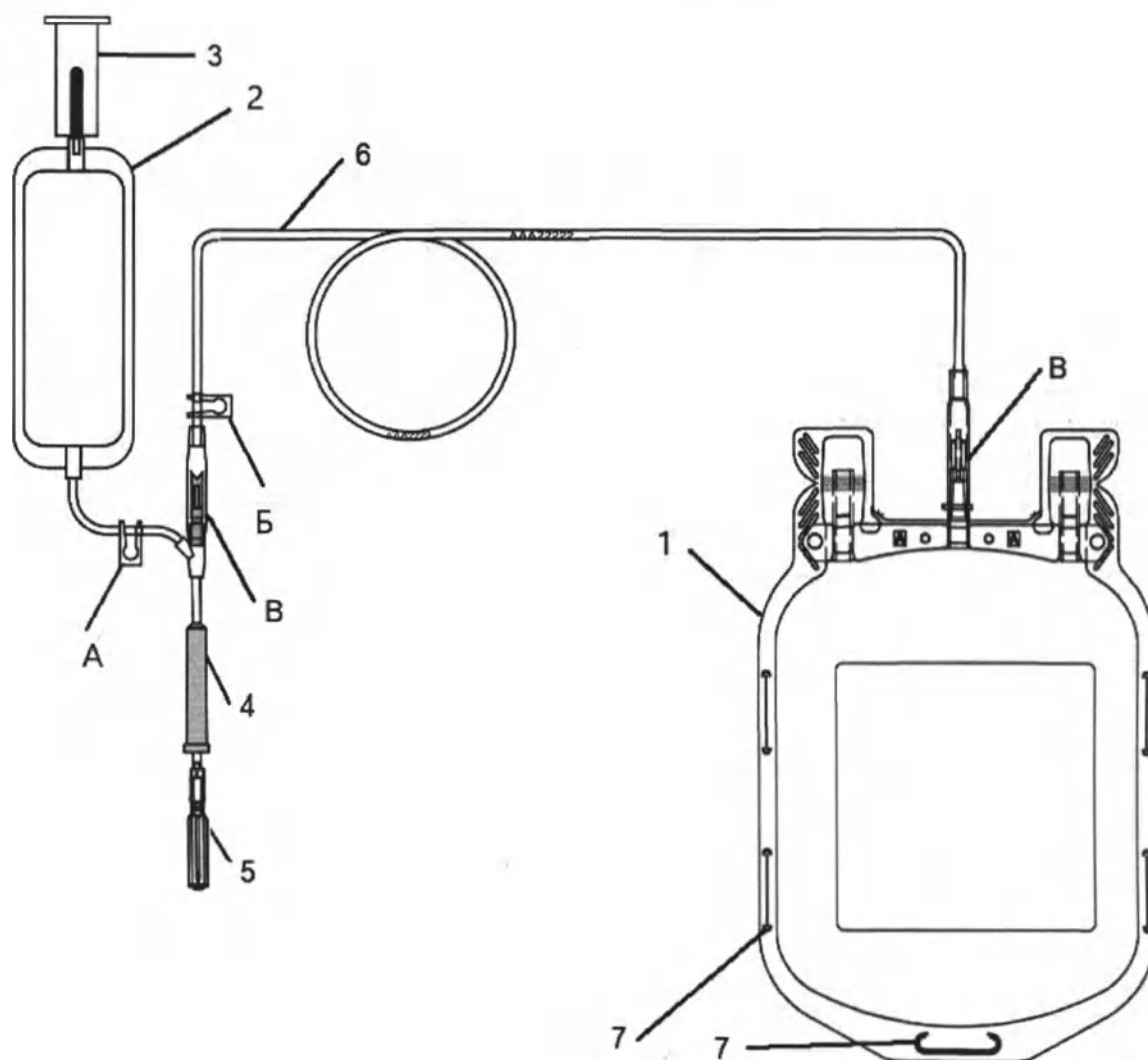
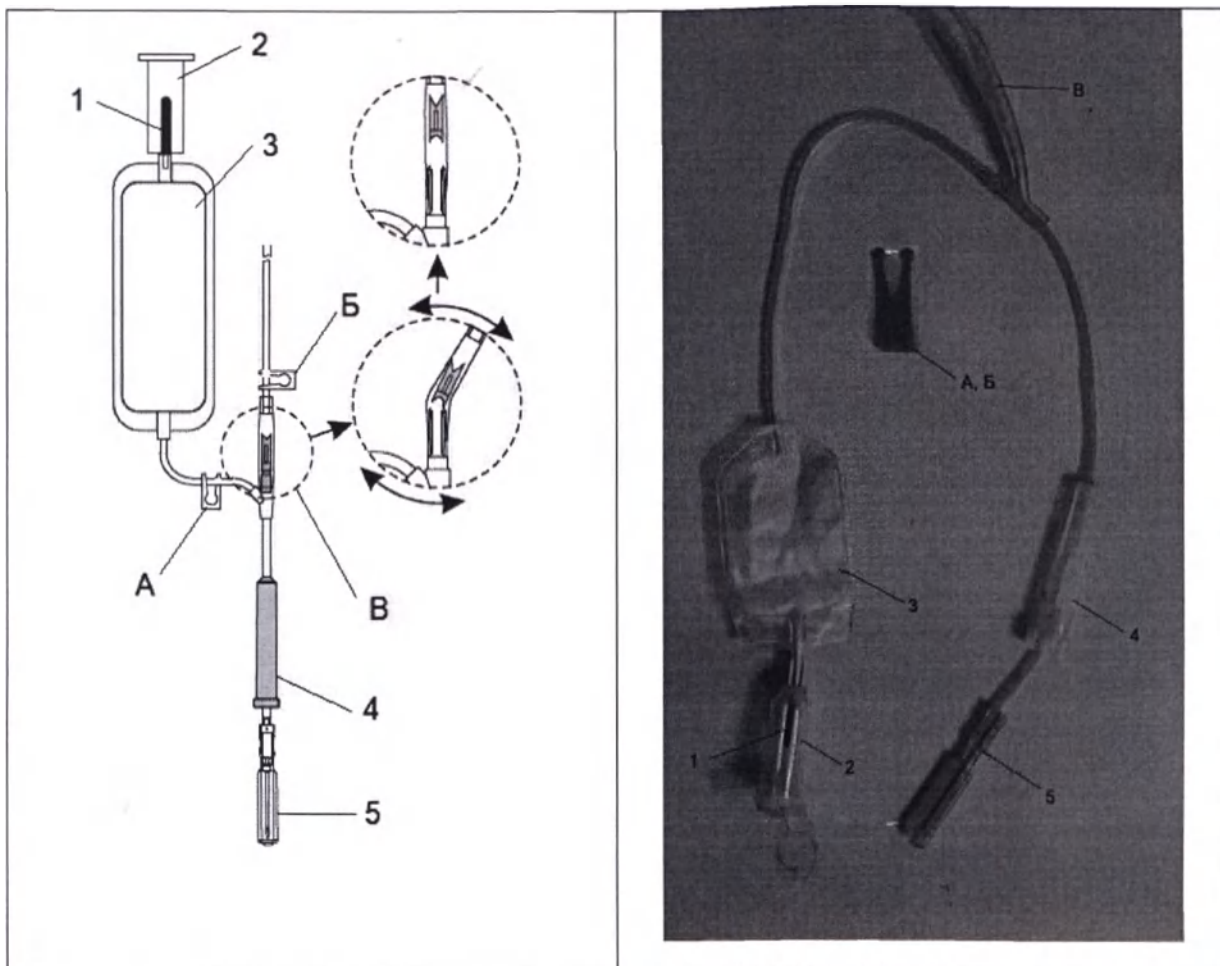
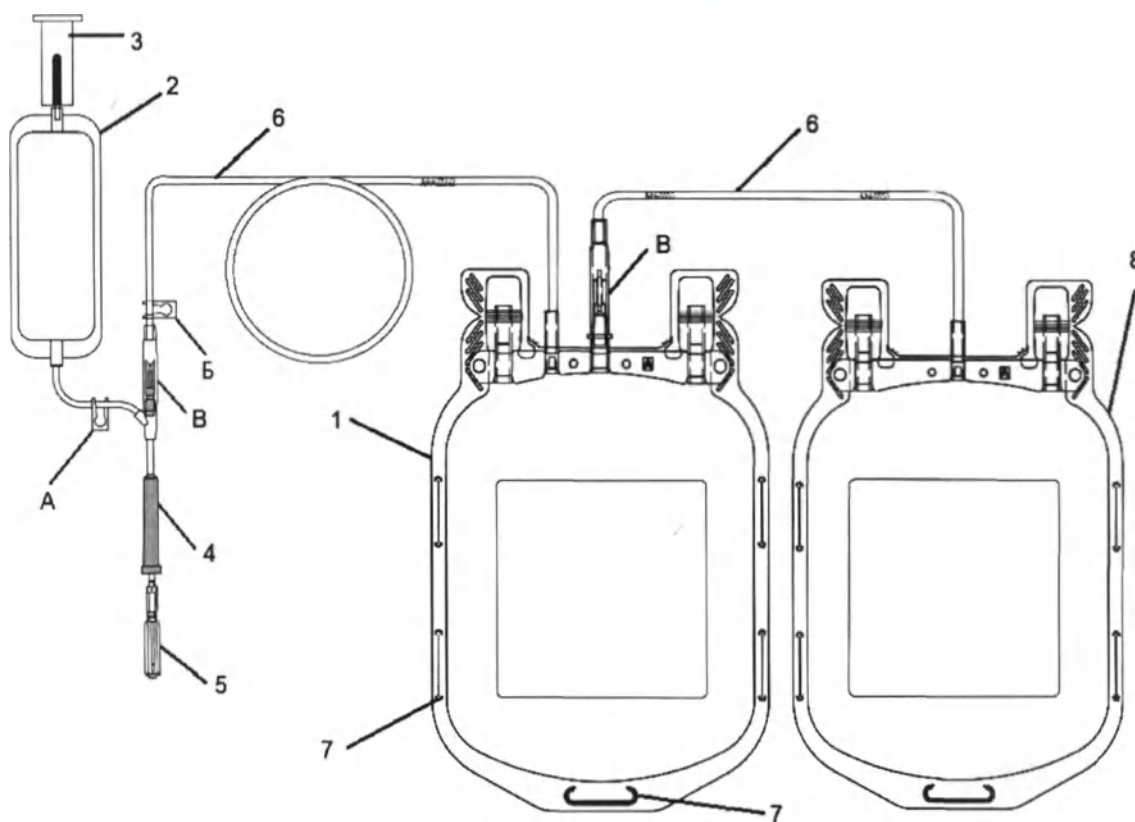
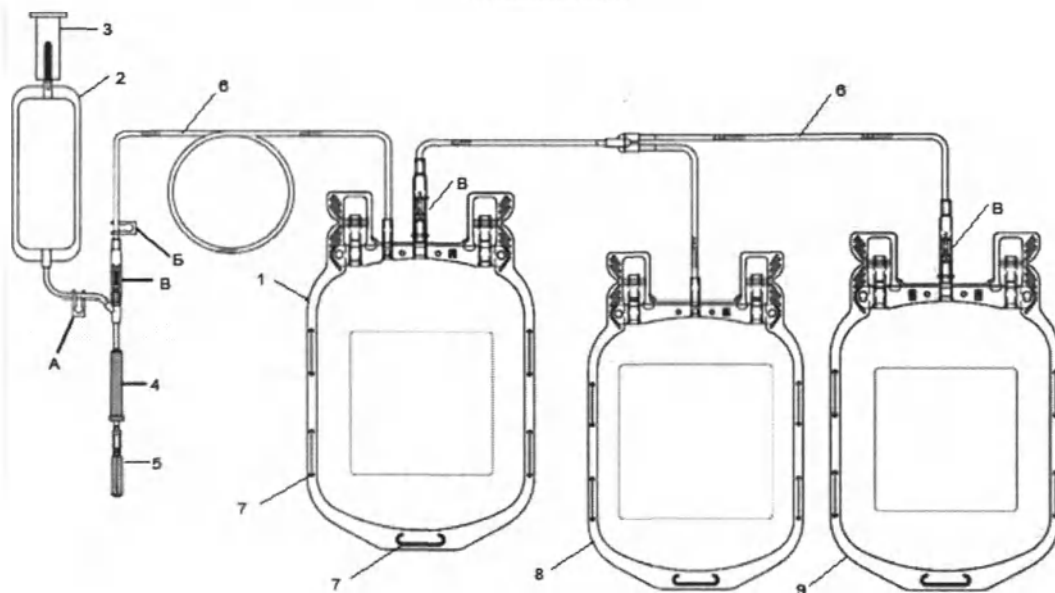

Рис. 1. Контейнер для заготовки крови без антикоагулянта/ с антикоагулянтom CPDA-1 одинарный S-450, исполнение Top&Top (Верх-Верх)
Рис. 2. Чертёж и фото контейнера для сбора первой порции крови (SP), адаптера для вакуумной пробирки (СТ), чехла защитного для игл (NP).
Рис. 3. Контейнер для заготовки крови без антикоагулянта или с антикоагулянтом CPDA-1 (C) сдвоенный D-450, исполнение Top&Top (Верх-Верх)
Рис.5. Контейнер для заготовки крови с CPDA-1 (C) или CPD-SAGM (S) строенный T-450, исполнение Top&Top (Верх-Верх)
Представляет собой замкнутую герметичную систему конфигурации Top&Top (верх-верх), состоящую из одного полимерного контейнера (рис.1), в комплекте с силиконизированной иглой 16G, с колпачком контроля «первого вскрытия», протектором, обеспечивающим закрытие иглы после завершения процедуры заготовки и контейнером для взятия образца цельной крови объемом 50 мл. Контейнер имеет петли для подвешивания, магистрали обеспечены зажимами с храповым механизмом.
Представляет собой замкнутую герметичную систему конфигурации Тор&Тор (верх-верх), состоящую из одного полимерного контейнера (рис.1), в комплекте с силиконизированной иглой 16G, с колпачком контроля «первого вскрытия», протектором, обеспечивающим закрытие иглы после завершения процедуры заготовки и контейнером для взятия образца цельной крови объемом 50 мл (рис. 2). Контейнер имеет петли для подвешивания, магистрали обеспечены зажимами с храповым механизмом.
Контейнер для сбора первой порции крови (SP), адаптер для вакуумной пробирки (СТ), чехол защитный для игл (NP) имеют одинаковую конфигурацию и размеры для всех контейнеров для крови независимо от их объема и заполнения (рис. 2).
Представляет собой замкнутую герметичную систему конфигурации Тор&Тор (верх-верх), состоящую из двух полимерных контейнеров, соединенных между собой полимерными трубками (магистральями) (рис. 3), в комплекте с силиконизированной иглой 16G, с колпачком контроля «первого вскрытия», протектором, обеспечивающим закрытие иглы после завершения процедуры заготовки и контейнером для взятия образца цельной крови объемом 50 мл., (рис. 2). Каждый контейнер имеет петли для подвешивания, магистрали обеспечены зажимами с храповым механизмом.
Контейнер для сбора первой порции крови (SP), адаптер для вакуумной пробирки (СТ), чехол защитный для игл (NP) имеют одинаковую конфигурацию и размеры для всех контейнеров для крови независимо от их объёма и заполнения (рис. 2).
Представляет собой замкнутую герметичную систему конфигурации Тор&Тор (верх-верх), состоящую из трех полимерных контейнеров, соединенных между собой полимерными трубками (магистральями) (рис.5), в комплекте с силиконизированной иглой 16G, с колпачком контроля «первого вскрытия», протектором, обеспечивающим закрытие иглы после завершения процедуры заготовки и контейнером для взятия образца цельной крови объемом 50 мл., (рис.2). Каждый контейнер имеет петли для подвешивания, магистрали обеспечены зажимами с храповым механизмом.
Представляет собой замкнутую герметичную систему конфигурации Тор&Тор (верх-верх), состоящую из трех полимерных контейнеров, соединенных между собой полимерными трубками (магистральями) (рис.5), в комплекте с силиконизированной иглой 16G, с колпачком контроля «первого вскрытия», протектором, обеспечивающим закрытие иглы после завершения процедуры заготовки и контейнером для взятия образца цельной крови объемом 50 мл., (рис.2). Каждый
Контейнер для сбора первой порции крови (SP), адаптер для вакуумной пробирки (CT), чехол защитный для игл (NP) имеют одинаковую конфигурацию и размеры для всех контейнеров для крови независимо от их объёма и заполнения (рис. 2).